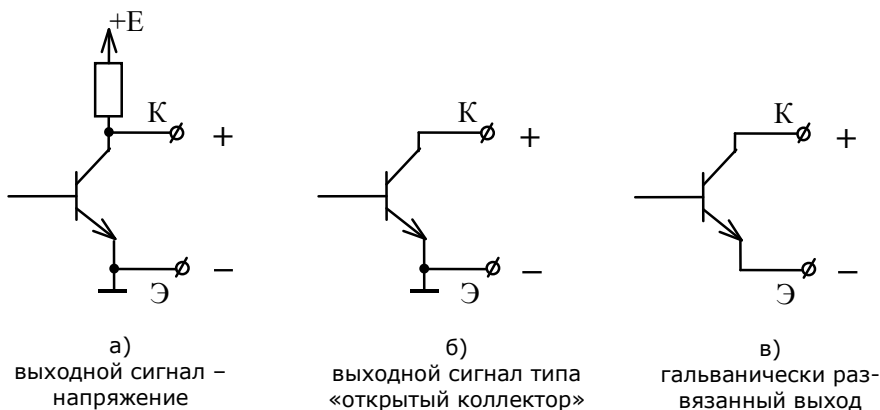

Рис. 2.1
2.1.10 Выходной каскад схемы частотного и импульсного выходов аппаратно может быть выполнен заводом-изготовителем одним из 3 способов (см. Рис. 2.1).